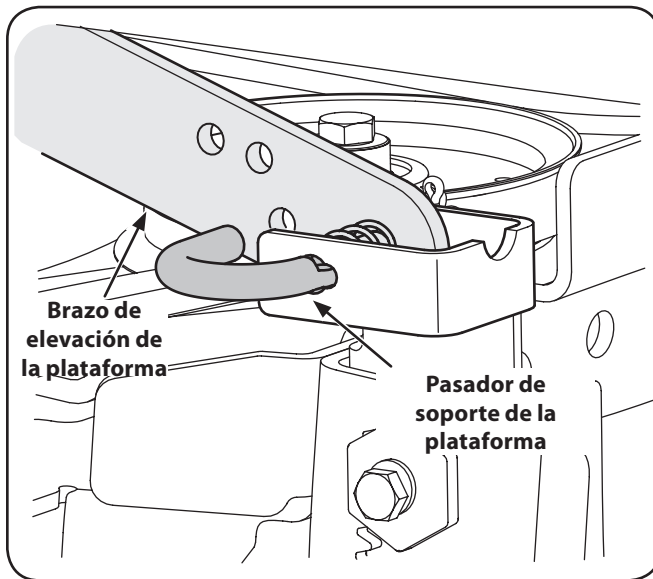

Figura 7-4
6. Tire hacia afuera el pasador de soporte de la plataforma para separar la misma del brazo de elevación de la plataforma. Vea la Figura 7-4.